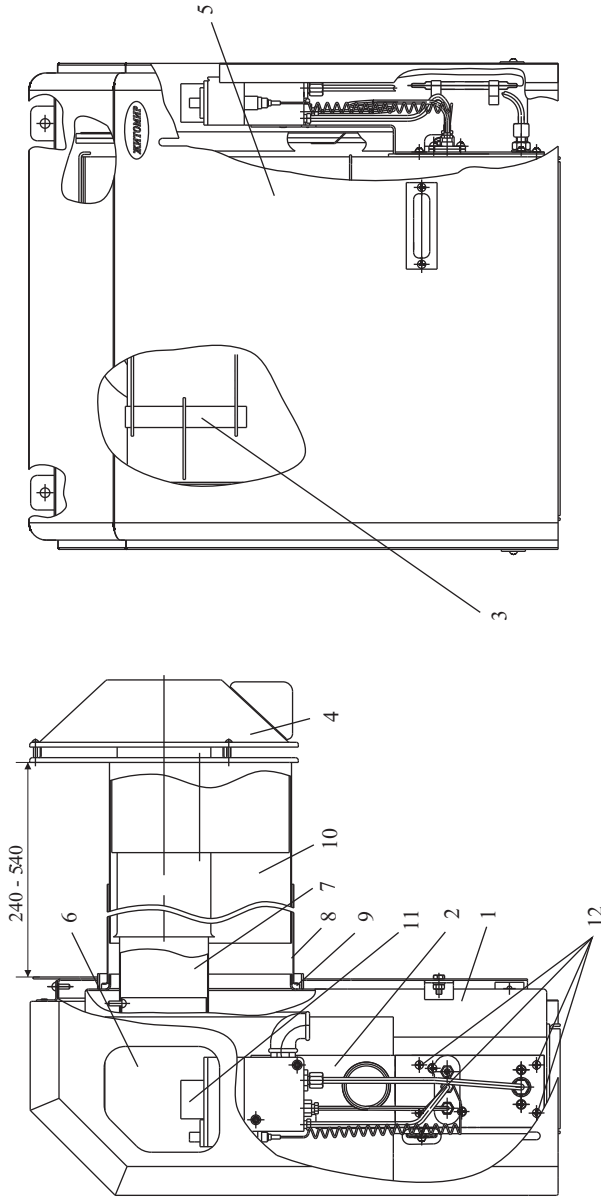

Рис. 1. Будова конвектора
- 5.1.** Конвектор (рис.1) складається з таких основних частин: корпусу із герметичною камерою згорання, димоповітряного блоку, пристрою газопальника, кришки, що закриває верхній отвір облицювального кожуха. Для забезпечення герметичності топки конвектора між корпусом і димарем, пристроєм газопальника, кришками встановлені прокладки з базальтового картону.
6.4. Установа конвектора повинна виконуватися відповідно до вимог ДБН В. 2.5-20, а також згідно таблиці 3, у такій послідовності (рис. 1,2).